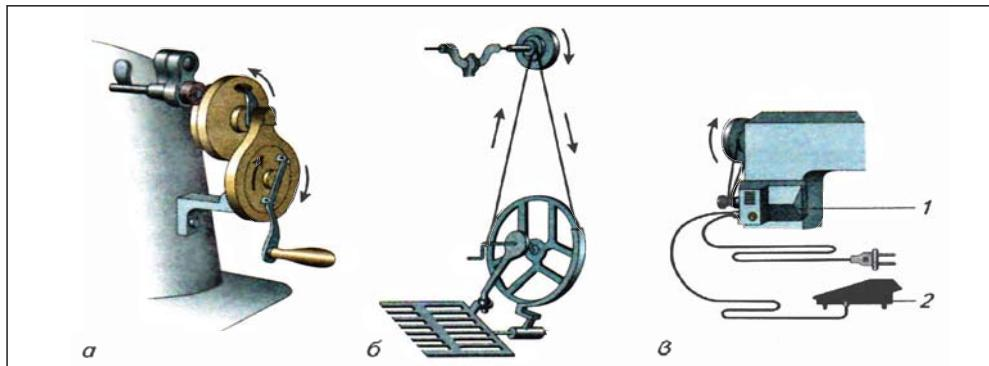

Рис. 3. Приводы швейной машины: а) – ручной; б) – ножной; в) – электрический
Электропривод состоит из двух основных частей: электродвигателя (1) и педали (2) (рис. 3, в). Электродвигатель крепится к швейной машине. Педаль устанавливается на полу в удобном месте. Пуск электропривода производится надавливанием ногой на крышку педали. Скорость прокладывания машинной строчки зависит от силы нажатия на педаль: чем сильнее давление на педаль, тем больше скорость. При отпускании педали она возвращается в исходное положение, и скорость вращения уменьшается до полной остановки машины.